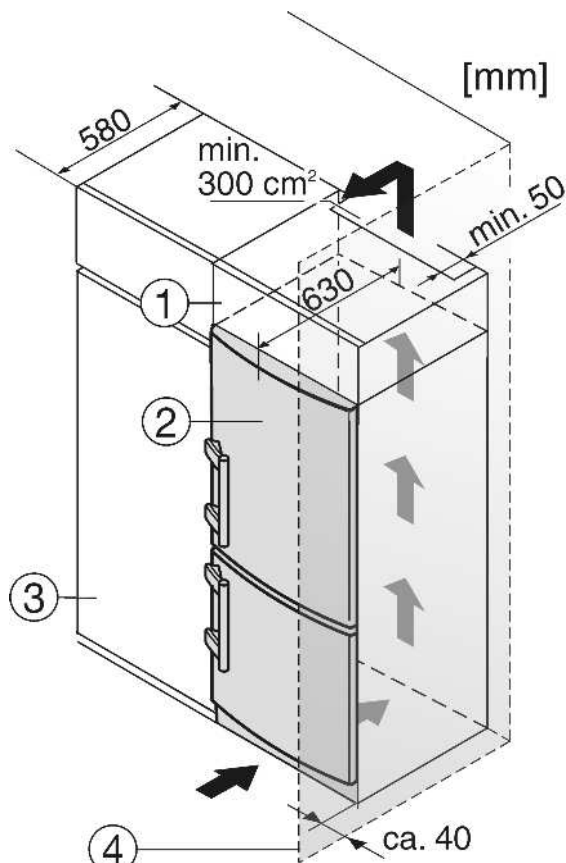

Fig. 13
- (1) Дополнительный шкафчик
- (2) Устройство
- (3) Кухонный шкаф
- (4) Стенка
Устройство может быть окружено предметами кухонной обстановки. Чтобы уравнивать устройство Fig. 13 (2) по высоте с кухонной стенкой, можно установить над устройством соответствующий дополнительный шкафчик Fig. 13 (1).
При комбинировании с обычными кухонными шкафами (глубина макс. 580 мм) устройство можно установить непосредственно рядом с кухонным шкафом *Fig. 13 (3)*. Дверь устройства выступает по сторонам на 34 мм и по центру устройства на 50 мм относительно передней стенки кухонного шкафа. Поэтому ее можно свободно открывать и закрывать.
Если устройство установлено на шарнирах у стены *Fig. 13 (4)*, то расстояние между устройством и стеной должно быть не менее 40 мм. Настолько выступает ручка при открытой двери.